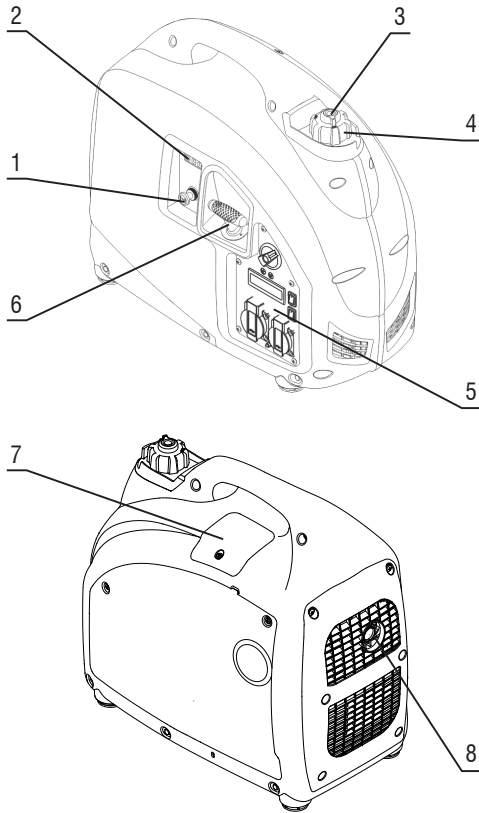

Fig. 1 – Componentes
2. Remueva la tapa de mantenimiento del filtro de aire (9) (fig. 1);